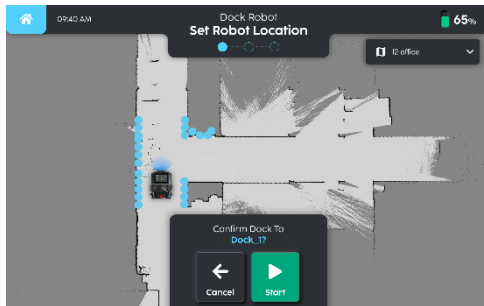

Fig. 5
2. Une fois le robot localisé, sélectionnez la station d'accueil destinée à l'accueillir (Fig 5).
3. Appuyez sur « Start (Démarrer) » (Fig 5).